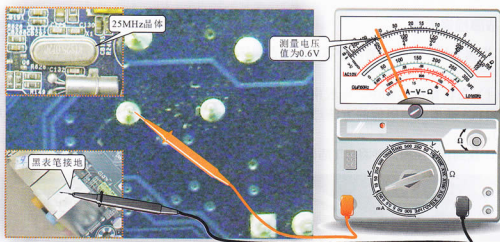

图3-6 实时晶体电压的检测（一）
(2) 南桥芯片外围电路中的  $25.000\text{MHz}$  晶体是专为南桥芯片提供时钟信号的，此晶体损坏可能造成电脑时间不准确或主板无法启动的故障。此时应重点检测  $25\text{MHz}$  晶体。
① 检测  $25\text{MHz}$  晶体，可通过检测其电压来判断好坏。将主板通电，并将万用表调至直流  $2.5\text{V}$  挡，黑表笔接地端，红表笔首先接  $25.000\text{MHz}$  晶体的一个引脚，如图 3-6 所示。此时万用表显示的数值约为  $0.6\text{V}$ 。